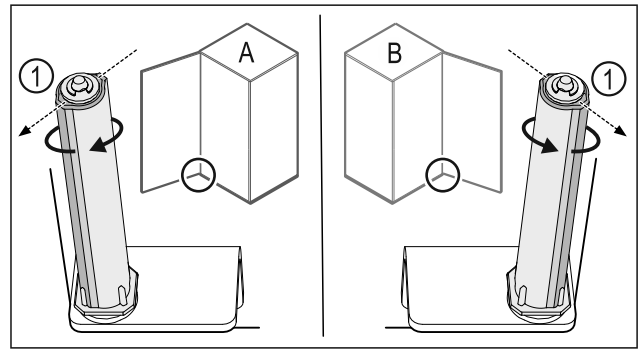

Fig. 23 Ovi avautuu vasemmalle (A) / ovi avautuu oikealle (B)
- ▶ Kierrä sulkuyksikköä vastusta vasten niin pitkälle, että sulkujärjestelmän porras Fig. 23 (1) osoittaa ulospäin.